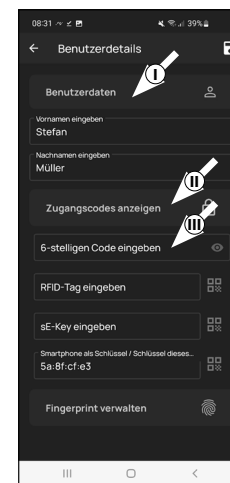

Abb. 3
- Hinweis:** In diesem Absatz können Sie dem Benutzer gewünschte Öffnungsmedien (z. B. Benutzercode oder Fingerprint) hinterlegen (II) (Abb. 3). Dem Benutzerprofil des Administrators wurde automatisch die Schlossöffnung per Smartphone hinterlegt.
- Geben Sie bei „6-stelligen Code eingeben“ einen gewünschten Benutzercode mit 6 Stellen ein (III) (Abb. 3)